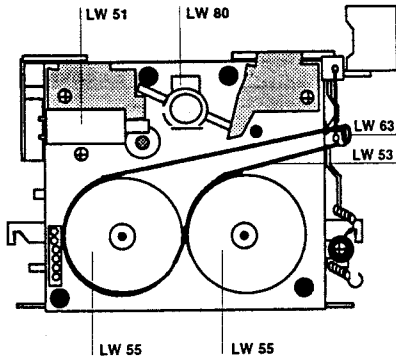
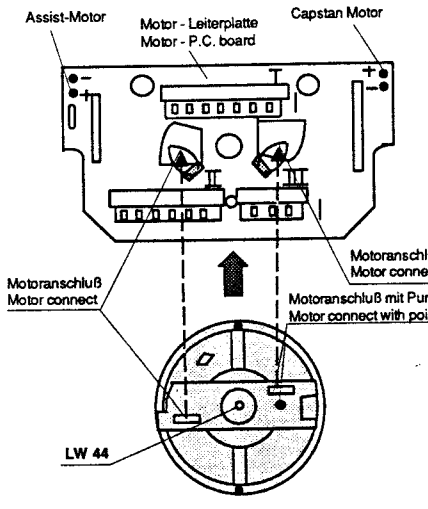

Abb. 7 Fig. 7
Abb. 8 Fig. 8
- Neuen Antriebsriemen LW 53 über die Schwungscheiben und über die Lasche des Auswurfshebels LW 63 legen, (Abb. 7).
5. Schwungscheiben wechseln, LW 55 (Abb. 7).
Motoranschlüsse von der Motor - Leiterplatte ablöten, dabei auf die Polung (Abb. 8) und die Erdungsfeder LW 80 (Abb. 7) achten (Motoranschluß mit Punkt) Leiterplatte hochklappen und den Motor herausnehmen.
6.3 Motor LW 51 (Assist, Abb. 7, 8 und 9)
Since the belt drops easily from the flywheels of the motor pulley we recommend to put the belt LW 53 first around the flywheels and then around the Eject lever LW 63 (Fig. 7).
5. Replacement of flywheels, LW 55 (Fig. 7)
Unsolder the motor connecting leads; mind the polarity (Fig. 8) and the earthing spring LW 80 (Fig. 7) raise the printed circuit board and replace the motor.
6.3 Motor LW 51 (Assist, Fig. 7,8 and 9)